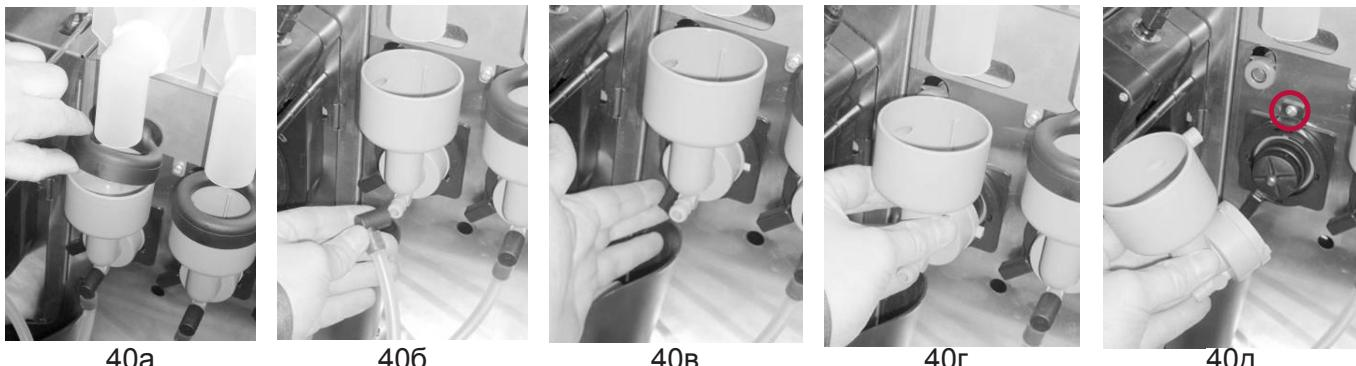

Рисунок 40 - Демонтаж миксера
1. Снимите крышку воронки миксера (см.рис.40а)
2. Отсоедините переходник трубы выдачи напитка (см.рис.40б)
3. Поверните ручку фиксатора воронки вниз (см.рис.40в)
4. Аккуратно потяните воронку на себя (см.рис.40г)
Для снятия мотора миксера, отвинтите винт, крепящий мотор к кронштейну (см.рис.40д), затем снимите мотор и отключите электрические соединения.